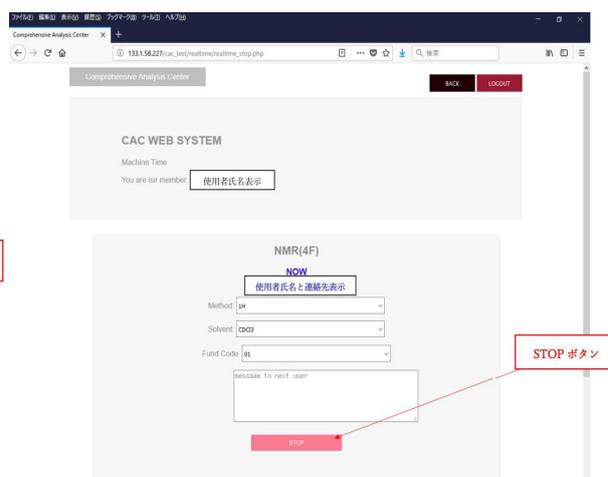

図6
- ③測定終了時には「Stop」ボタンをクリックします（図6）。MethodとSolvent（質量分析装置の場合はサンプル数を選択し、必要であればコメントを入力します。（図7.8）